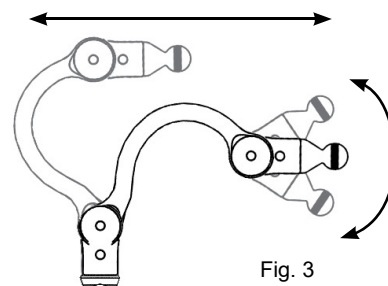
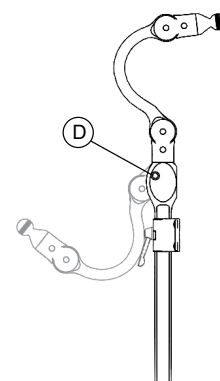

Fig. 3
Fig. 4
3. Para regular o apoio traseiro da cabeça prima o botão (Fig. 4, D) e vire a unidade para trás.
2. Horizontal/Ângulo – Desaperte os parafusos do eixo (Fig. 1, A) para ajustes da profundidade (Fig. 4) e do ângulo (Fig. 3). Não é necessário apertar completamente todos os parafusos até ser alcançada a posição final.